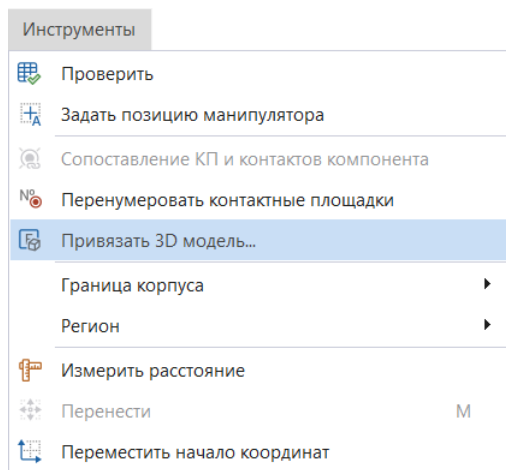

Рис. 151 Вызов функции привязки 3D модели
2. Активировать инструмент через главное меню «Инструменты» → «Привязать 3D модель», см. Рис. 151.